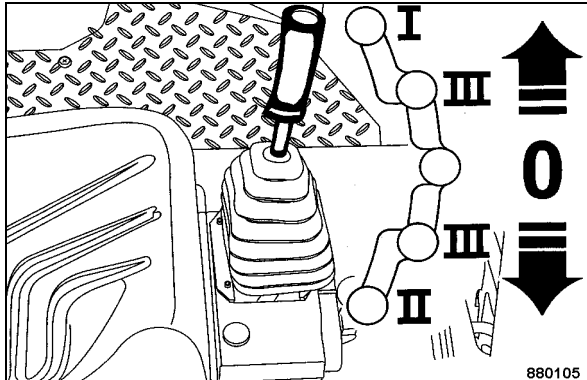

Fig. 78
- Déplacer lentement le levier de commande de la marche (Fig. 78) de la position neutre (frein serré) vers la direction désirée, marche avant ou arrière ("III").